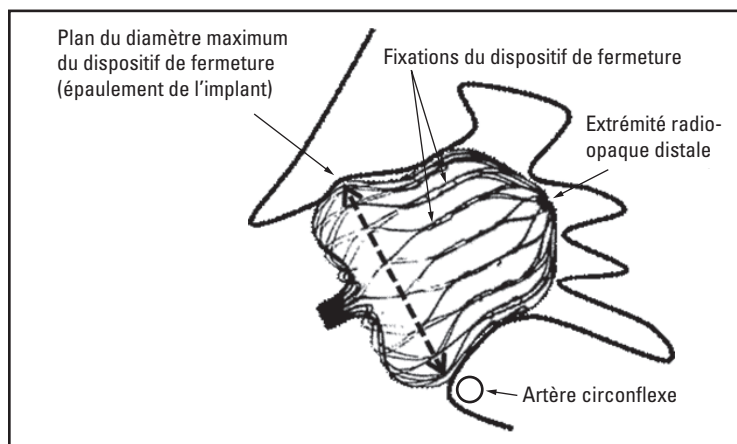

Figure 3. Position et taille du dispositif WATCHMAN FLX
Remarque : L'épaulement de l'implant deviendra le plan du diamètre maximal du dispositif de fermeture (voir la Figure 3).
- A. **Position (emplacement) :** Le plan du diamètre maximal du dispositif de fermeture se situe au niveau de ou juste en aval de l'ostium de l'appendice auriculaire gauche (voir la Figure 3), tout en respectant tous les autres critères PASS.
- C. **Size (taille/compression)** : mesurer le plan du diamètre maximal du dispositif de fermeture (voir la Figure 3). Utiliser le Tableau 1 comme référence.